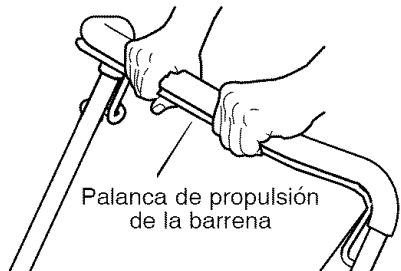

Figure 6
1. Sujete la **palanca de propulsión de la barrena** contra el **mango** (vea la Figure 6). La barrena comenzará a girar.